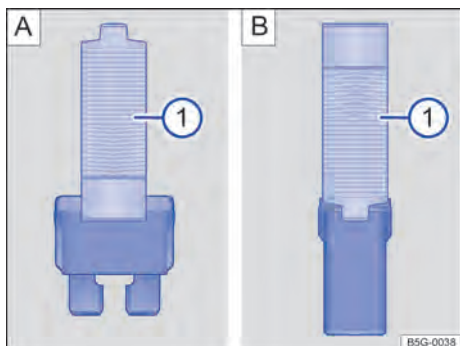

Fig. 179 Retirar ou colocar o fusível com a pinça de plástico: A) fusível plano, B) fusível de bloqueio.
- Se necessário, retirar a pinça de plástico → Fig. 179 1) da cobertura da caixa de fusíveis.
- De acordo com a versão do fusível, colocar as garras adequadas do alicate plástico → Fig. 179 A) 1) ou → Fig. 179 B) 1) lateralmente no fusível.